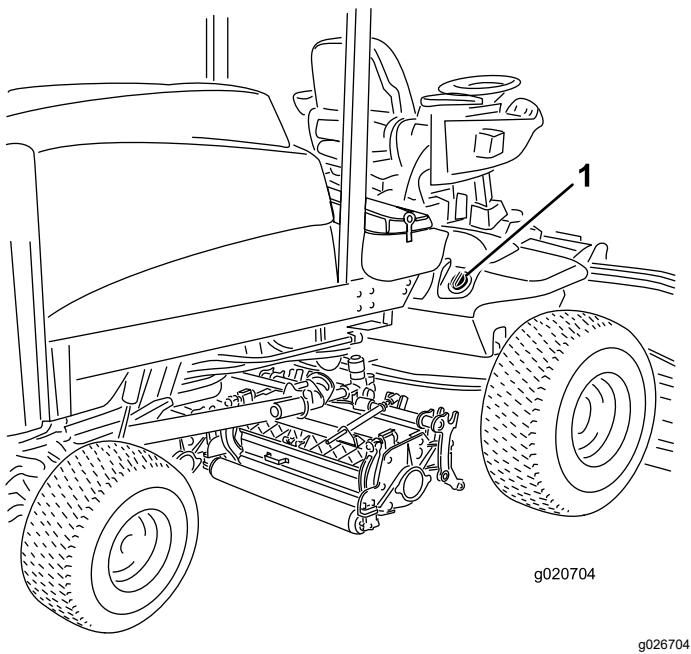

Bild 37
- Reinigen Sie den Bereich um den Einfüllstutzen und den Deckel des Hydraulikölbehälters (Bild 37). Drehen Sie den Deckel vom Einfüllstutzen ab.